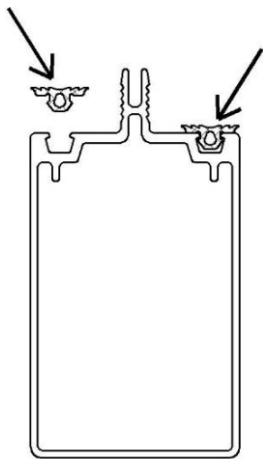

Abb. 1
- 1.3 Drücken Sie die mitgelieferte Dichtung bei allen Trägern auf beiden Seiten ein. Abb.: 1